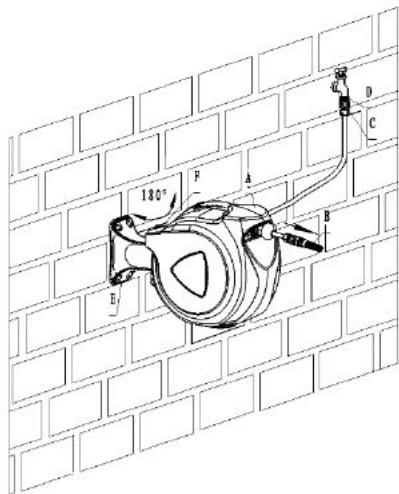

Bild 8
6. Här är slangvindan monterad och kan vridas i 180°. (*Bild 8*)